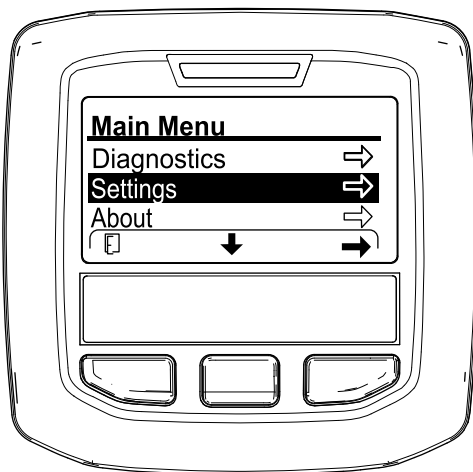

Figura 122
2. În InfoCenter, navigați la MENIUL PRINCIPAL (Figura 122).